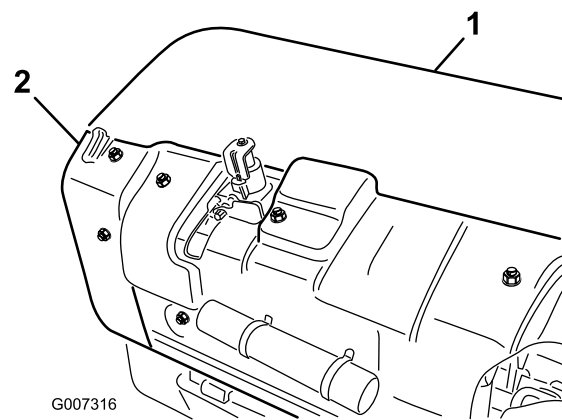

Figura 36
1. Retire la cubierta trasera del cabezal de perforación (Figura 36).
2. Retire los pernos de montaje del protector de la polea, y retire el protector (Figura 36).